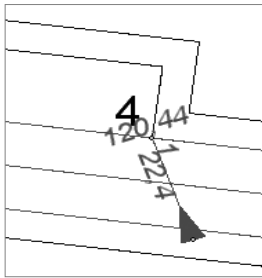

Рис. 6.21
- Задайте параметры плоскости (рис. 6.21), после чего вид значка плоскости должен быть аналогичен значку на этом же рисунке.